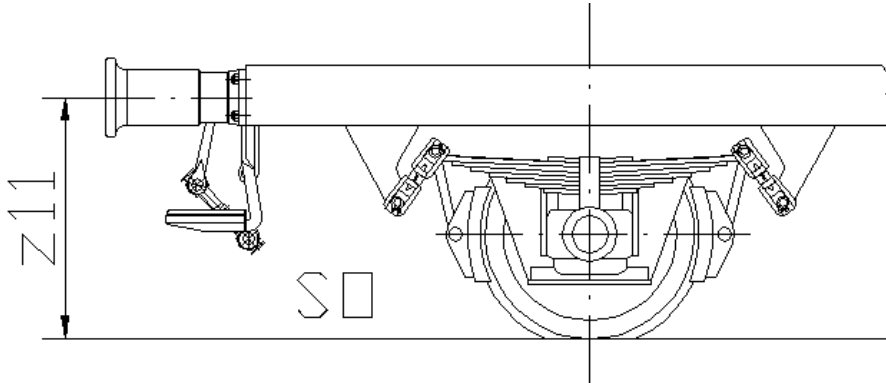

Abbildung 1: Pufferstand z11
- (1) Zu messen ist der Abstand z11 zwischen Schienenoberkante und Puffermitte bei leerem Wagen (siehe Bild 1) **Pufferstand messen**